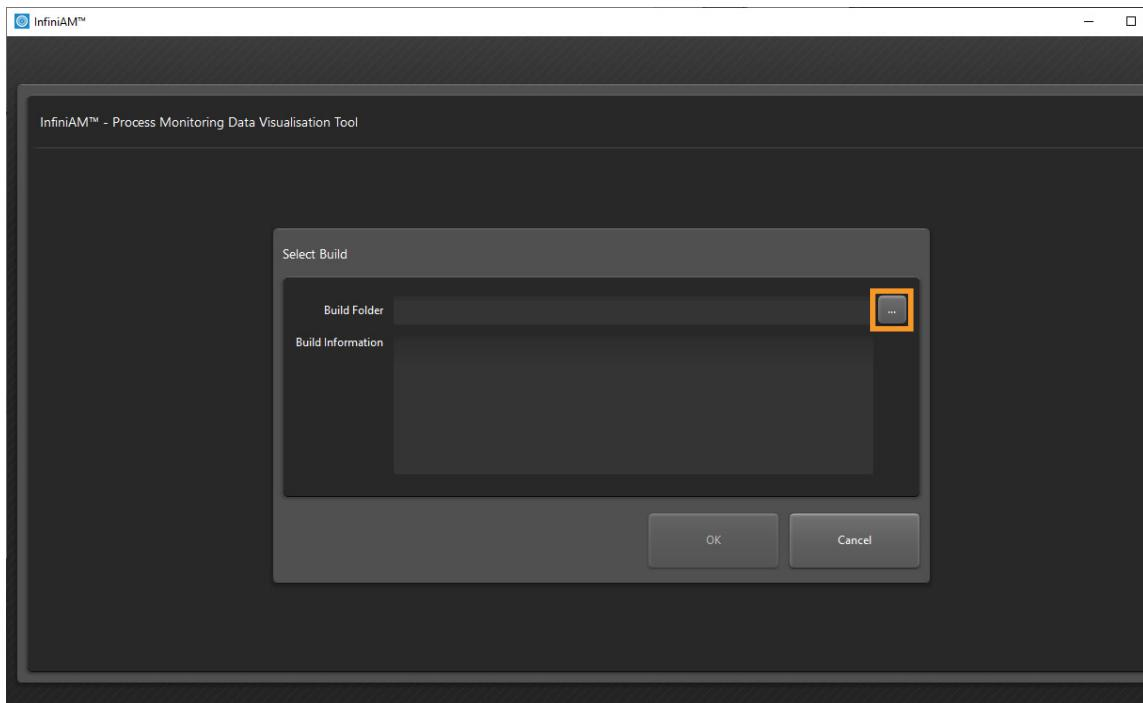

Abbildung 2 InfiniAM Camera Bildschirm „Select build“ (Baudaten auswählen)
3. Nun wird der Bildschirm **Select build** (Baudaten auswählen) angezeigt (siehe Abbildung 2).
4. Klicken Sie auf „...“, um die gewünschten Baudaten auszuwählen (siehe Abbildung 2). Daraufhin wird ein Dialogfeld geöffnet, wo Sie zu den Ordner mit den von DataHUB erzeugten InfiniAM Camera-Daten browsen können. Suchen Sie den gewünschten Baudatenordner und wählen Sie **Select Folder** (Ordner auswählen).